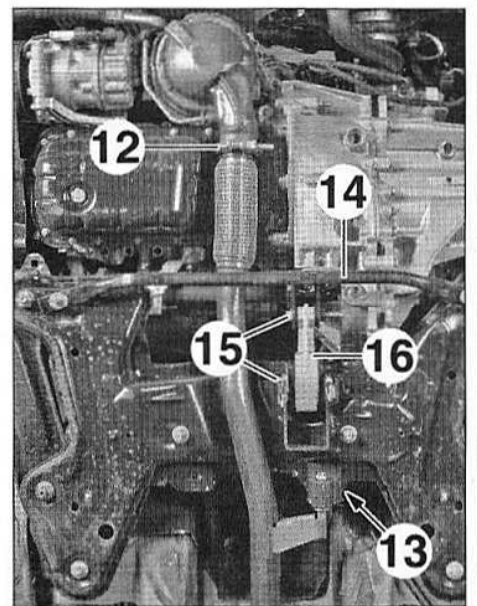
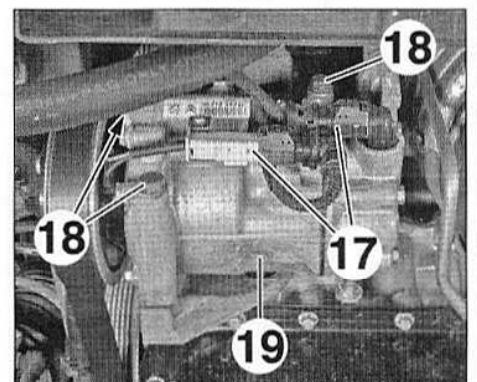

FIG.104
FIG.105
- Desserrer le collier (12) (Fig.104).
- Déposer l'écrou (13) du silentbloc d'échappement.
- Dégager le tube avant d'échappement et le poser sur la barre antirapprochement (14).
- les vis (15),
- la biellette anticouple (16).
- Débrancher les connecteurs (17) (Fig.105).
- Déposer les vis (18).
- Sans débrancher les canalisations de climatisation, écarter et brider le compresseur (19).